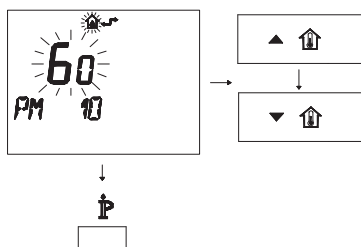

Figura 5.66
- Per modificare il SET programmato agire sui pulsanti ▲⏏ o ▼⏏ e aspettare che il numero programmato cominci a lampeggiare (Figura 5.66).